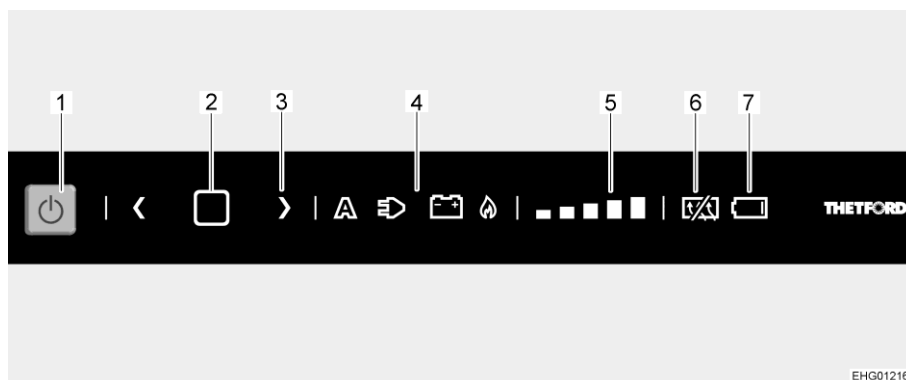

Fig. 149 Cuadro de mando de LED
- Presionar la tecla On/Off (Fig. 149,1) por 1 segundo. La tecla se ilumina de color azul. Se ilumina el ajuste seleccionado.
- Pulsar la tecla de confirmación (Fig. 149,2) dos segundos hasta que el símbolo de la fuente de energía (Fig. 149,4) empiece a parpadear.
- Pulsar la tecla de flecha (Fig. 149,3) para seleccionar la fuente de energía deseada.
- Pulsar la tecla de confirmación (Fig. 149,2) para confirmar la selección.
- Pulsar de nuevo la tecla de confirmación (Fig. 149,2). El indicador de nivel de refrigeración (Fig. 149,5) empieza a parpadear.
- Pulsar la tecla de flecha (Fig. 149,3) para seleccionar el nivel de refrigeración deseado.
- Pulsar la tecla On/Off (Fig. 149,1) por aprox. 2 segundos. Se apagarán todos las lámparas. El frigorífico está desconectado.